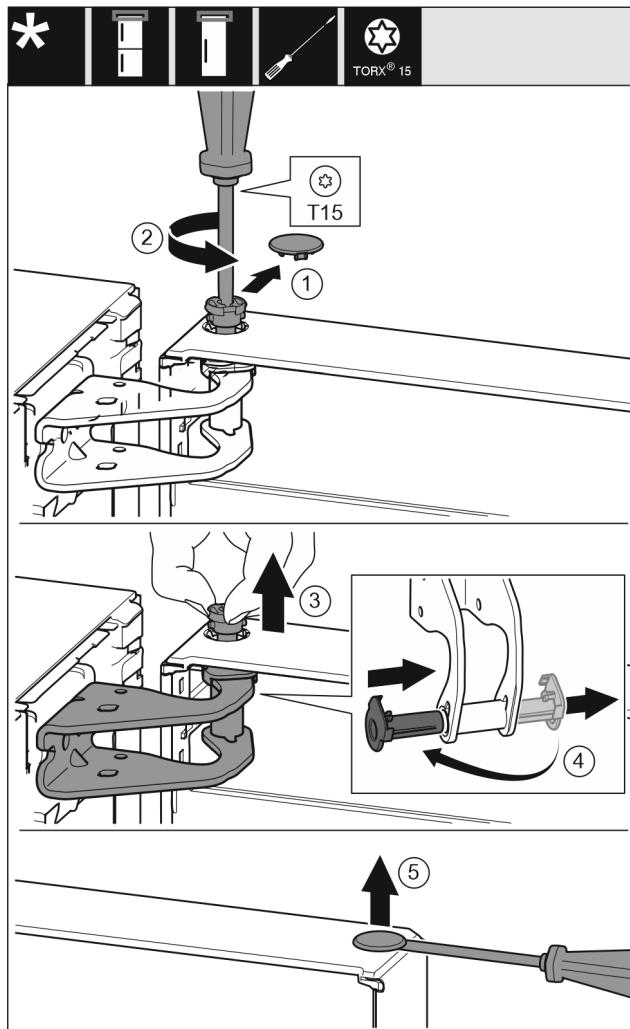

Fig. 9
► 小心拆下安全盖。Fig. 9 (1)
► 用 T15 螺丝刀拧下一枚螺栓。Fig. 9 (2)
► 抓紧门并用手指拔出螺栓。Fig. 9 (3)
► 将轴衬从导向装置拉出。从另一边装入并卡到位。Fig. 9 (4)
► 用带槽螺丝刀小心地从门轴衬上提起堵头并将其拉出。Fig. 9 (5)